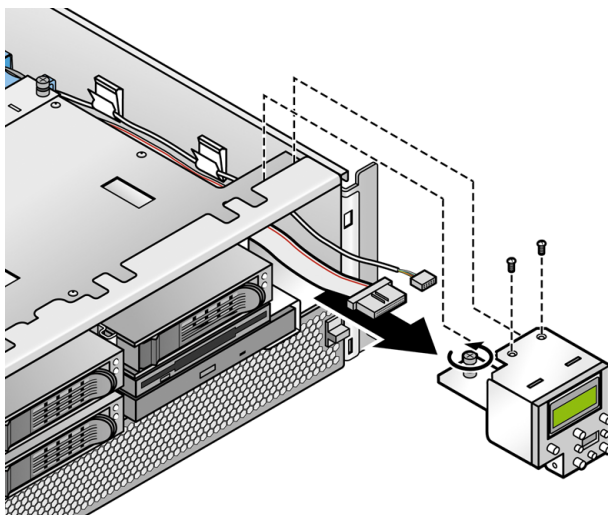

図 4-17 操作パネルおよび LCD 構成部品の取り外し
2. 脱落防止機構が付いていない 2 本のねじを外し、構成部品をシャーシに固定している 1 本の脱落防止機構付きねじを緩めます (図 4-17 を参照)。